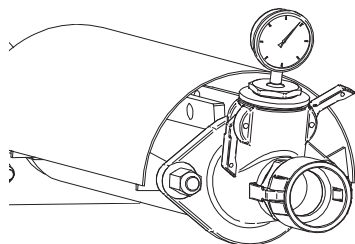
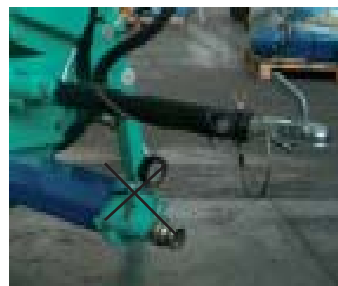

Fig. 2
Fig. 3
**!** - Faire tourner en sens contraire la vis excentrique pendant quelques secondes pour éliminer la pression dans les tuyaux avant de les débrancher. Le manomètre (Fig. 2) doit indiquer une pression de 0 bar.
## 8. TRANSPORT ET REMORQUAGE (Fig. 3)
Avant de remorquer la machine, déposer le mesureur de pression (Fig. 2), placer correctement le timon de manière que l'attelage se situe à niveau du crochet de remorquage, la machine à l'horizontale et le dernier élément du timon en position horizontale, serrer correctement les éléments du timon (Fig. 3), accrocher le câble de sécurité, accrocher le câble des feux, placer correctement, après avoir soulevé et bloqué à l'aide de la broche de sécurité le malaxeur (Fig. 1, Rep. 21), la barre anticycliste (Fig. 1, Rep. 9), soulever et bloquer les vérins stabilisateurs, contrôler la pression de gonflage des pneumatiques et le fonctionnement des différents dispositifs lumineux, vérifier qu'aucun élément de la guniteuse ou objet ou matériel de toute sorte (crible, sacs, tuyaux, outils, etc.) ne soit posé sur la machine), vérifier en général que la machine est en ordre.